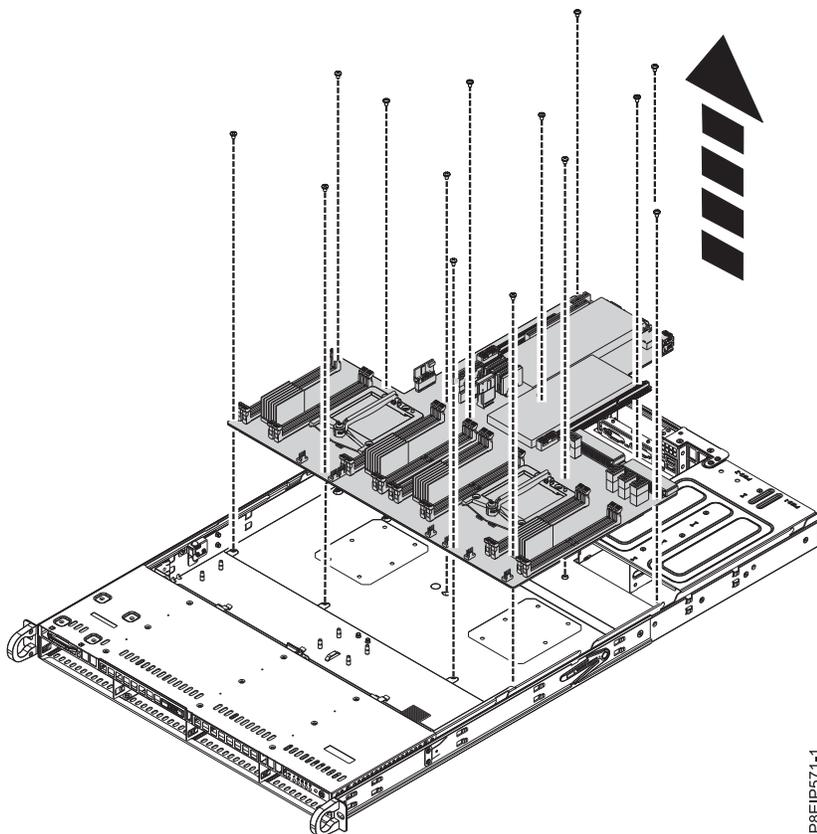

Figura 33. Cómo levantar la placa posterior del sistema
12. Tirando de los cables frontales y aguantando con cuidado el disipador térmico, mueva la placa posterior del sistema un poco hacia adelante y hacia arriba para extraerla. Consulte la Figura 33 en la página 36.